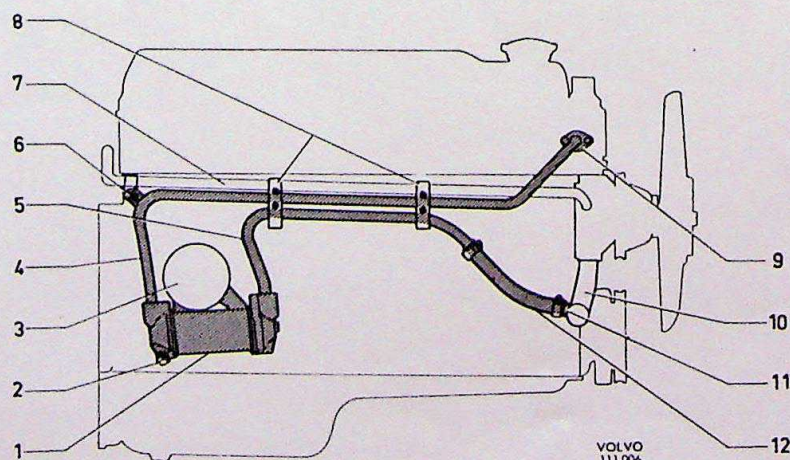
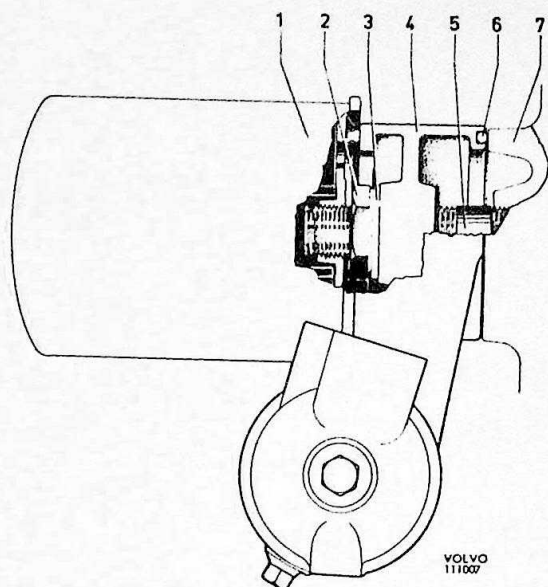

Fig. 1. Gemonteerde oliekoeler
Fig. 2. Bevestiging oliekoeler
Voor bovengenoemde landen wordt de Volvo 164 voortaan afgeleverd met een oliekoeler (zie Fig. 1), waarvan het doel is om de temperatuur van de motorolie onder zware bedrijfsomstandigheden binnen de perken te houden.
De oliekoeler vormt een onderdeel van het smeersysteem en is tussen het motorblok en het oliefilter aangebracht, zie Fig. 2. De motorolie wordt door de oliepomp onder druk gebracht en stroomt eerst door de oliekoeler om vervolgens via het oliefilter naar de diverse smeerpunten te worden gevoerd.
De koeling wordt van het motorkoelsysteem afgetakt. De inlaatpijp (4, Fig. 1) verbindt de oliekoeler met het thermostaathuis in de cilinderkop. De uitlaatpijp (5) vormt een verbinding tussen de oliekoeler en de pijp (10) die tussen de waterpomp en de onderste radiateurslang is opgenomen. De koelvloeistof wordt onder druk uit de cilinderkop via de inlaatpijp door een buizenstelsel met een groot koelingsoppervlak in de oliekoeler geleid, om vervolgens via de uitlaatpijp naar de pijp (10) te worden gevoerd.
1. Vervang de pijp (10, Fig. 1) tussen de waterpomp en de onderste radiateurslang, door de uitvoering met een aansluiting voor de uitlaatpijp van de oliekoeler.
2. Vervang de nippel (5, Fig. 2) voor het oliefilter door de nieuwe nippel, die wat langer is. Zet de nippel vast met een moment van 4,5 - 5,5 kgm. (33-40 lb. ft.)
3. Breng de afdichtring (6) op de oliekoeler aan en smeer deze in met wat afdichtmiddel, bijv. Pliobond 20 of iets soortgelijks.
4. Sluit de inlaat- en uitlaatpijp aan volgens Fig. 1.
- b. Bevestig de lip aan de inlaatpijp onder de bout (6).
- c. Klem met behulp van de twee klemmen de inlaat- en uitlaatpijp vast aan de retourleiding van de kachel, zie Fig. 1.
- d. Sluit de slang (12) aan tussen de uitlaatpijp en de pijp (10).
5. Zet de moer (2, Fig. 2) voor de oliekoeler vast met een moment van 3 - 5 kgm (22 - 36 lb. ft.)